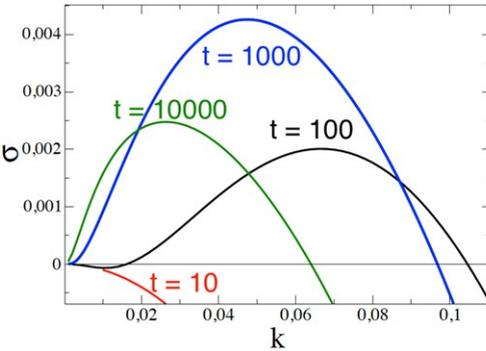

Figure 5 : Courbes de dispersion adimensionnelles à différents temps correspondant aux profils de référence représentés sur la figure 4.
où est « $\underline{\underline{J}}$ » l'opérateur linéarisé, « \underline{s} » est le vecteur des perturbations et « σ » est le taux de croissance de l'instabilité. Comme « $\underline{\underline{J}}$ » dépend du nombre d'onde k de la perturbation, nous résolvons numériquement le problème aux valeurs propres (4) pour obtenir une courbe de dispersion, c'est-à-dire le taux de croissance en fonction de k (fig. 5).